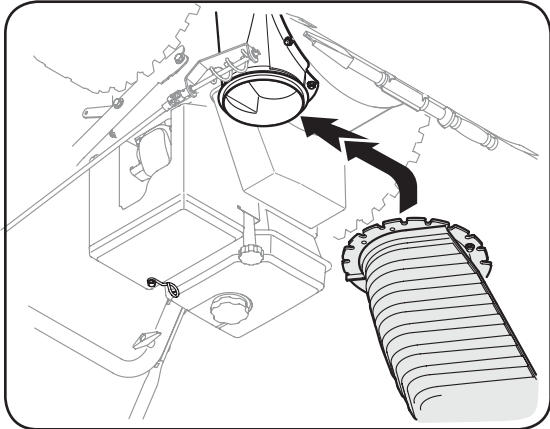

Figure 3-6
- Positionnez la goulotte au-dessus de sa base, assurant que les gardes de bride sont sous la lèvre de l'adaptateur de la goulotte. Les entailles devaient enclencher avec la vis sans fin à la base de la commande de direction de la goulotte. Voir la Figure 3-6.